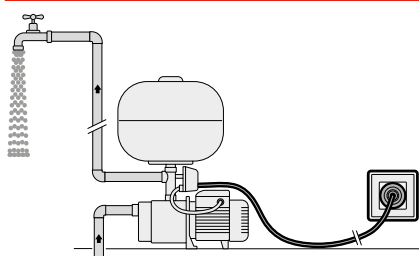

Fig. 1
- ✘ Far funzionare l'elettropompa con il punto di erogazione aperto (**Fig. 1**).